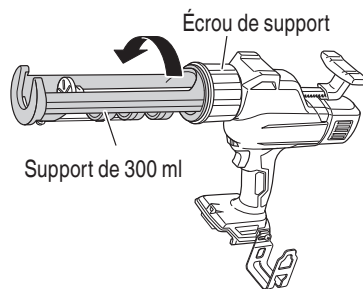

Fig. 10
- (1) Tenez l'écrou du support et tournez le support dans le sens de la flèche pour le retirer du corps principal. (Fig. 10)